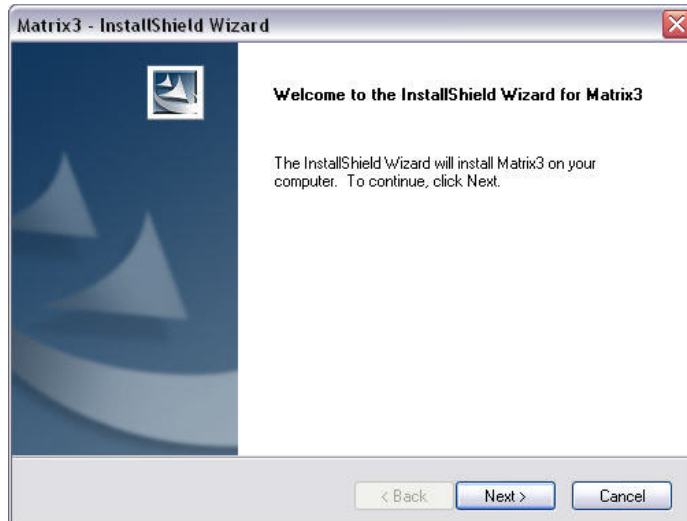

图 17
10. 单击“下一步”。Matrix3 InstallShield 向导开始安装（图 17）。